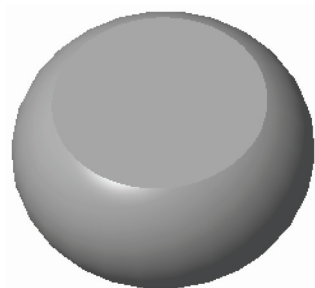

图 6-121 打开模型文件
STEP 01 单击快速访问工具栏中的“打开”按钮，打开模型文件，如图 6-121 所示。